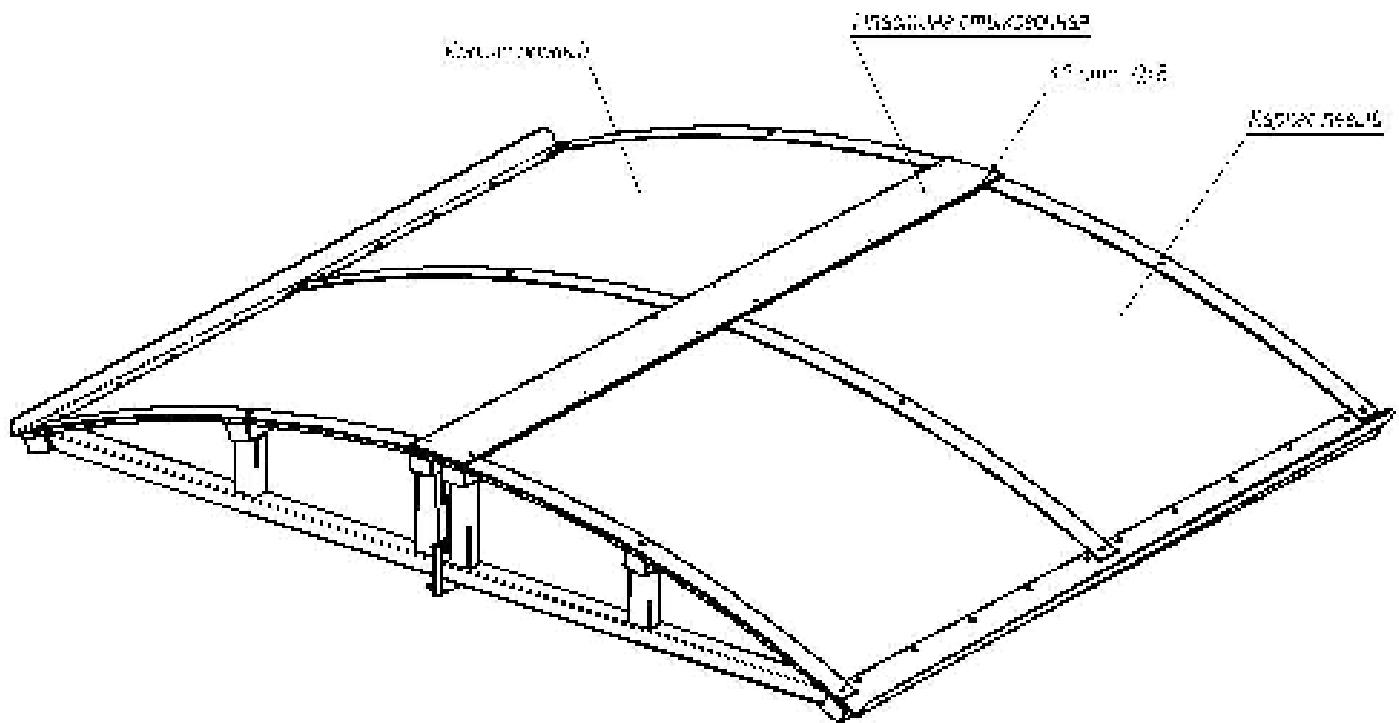

Рисунок 5 – Вид соединённых каркасов (1) и (2) с установленной пластиною стыковочной (10)
8.2.11 Положите стыковочную пластину на стык каркасов уплотнительным профилем вниз. Через имеющиеся в пластине 12 отверстий Ø5 мм (см. рисунок 5) просверлите в каркасах 12 отверстий Ø3,5 мм и глубиной 9 мм под саморезы 4,2x16. Закрепите пластину на каркасах с помощью саморезов.